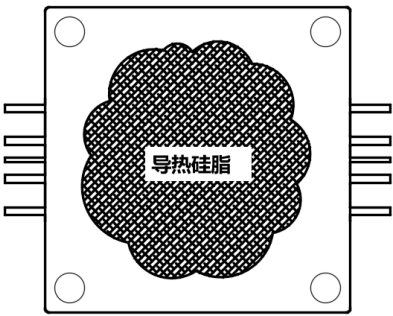

图 1
5. 可以使用导热硅脂等绝缘材料填充器件底面，但应减少使用量以免造成器件接地不良或硅脂及其中油脂溢出至器件引脚处造成短路损坏器件，可先在器件底部中心区域涂敷少量导热硅脂然后将器件安装在产品中并完成紧固（不要焊接引脚），取下器件，观察器件背面硅脂分布不应超过器件边缘，如图 1 所示；